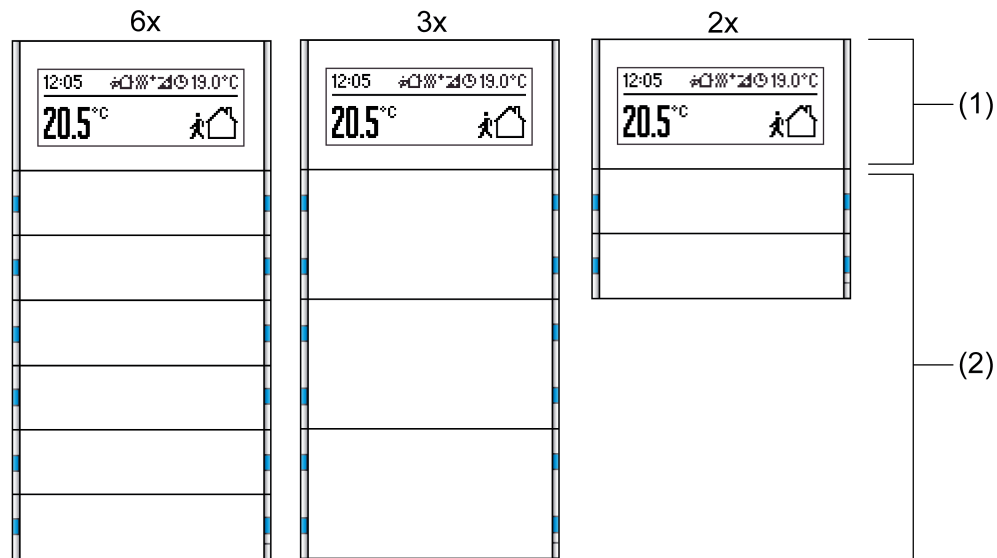

Bild 5: Anordnung der Bedienflächen auf der Gerätefront
Das Gerät besteht in Abhängigkeit der Gerätevariante im Flächenschalterprogramm aus bis zu 7 mechanisch voneinander getrennten Bedienflächen. Die Bedienflächen sind die auf das Gerät aufgesteckten Design-Abdeckungen mit darunterliegenden Tasterelementen. Es werden die Display-Bedienfläche (1) und die Bedienflächen der Tastsensor-Funktion (2) unterschieden (Bild 5).